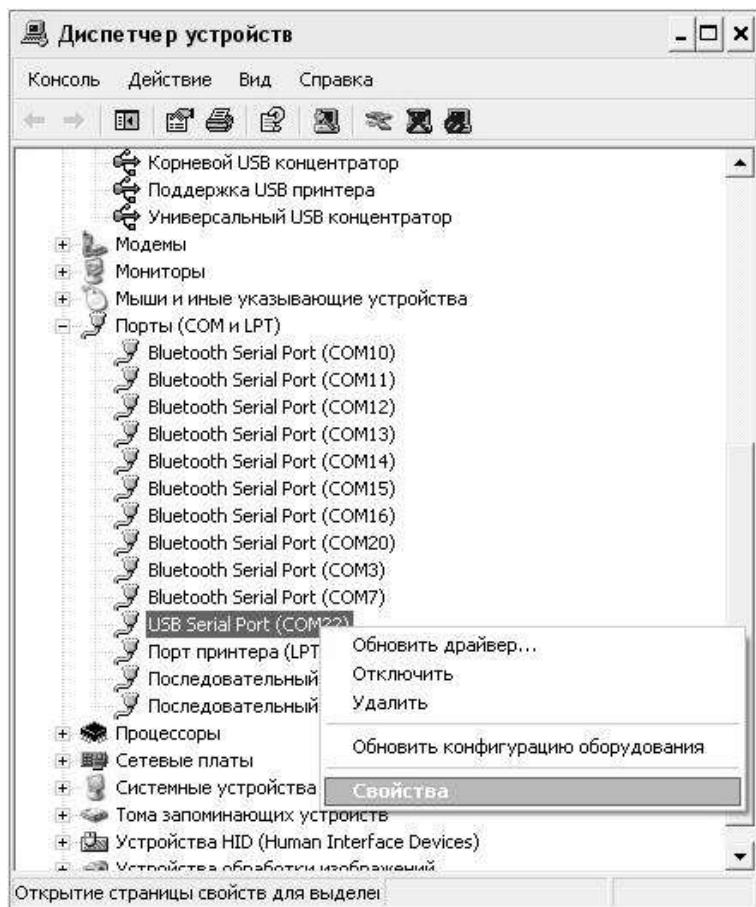

Рисунок 2.6 – Окно диспетчера устройств
- найти строку «USB Serial Port (COM№)», в скобках указан номер COM-порта, если номер в скобках «1» настройка завершена - ничего менять не нужно, если номер не «1» необходимо вызвать окно свойств «USB Serial Port (COM №)» (правой клавишей мыши щелкнуть по строке USB Serial Port (COM №) и выбрать пункт меню «Свойства») (рисунок 2.6), перейти на вкладку «Параметры Окна», нажать кнопку «Дополнительно» (рисунок 2.7) и в выпадающем списке «Номер Com-порта» выбрать «COM 1» (рисунок 2.8), нажать кнопку «OK».